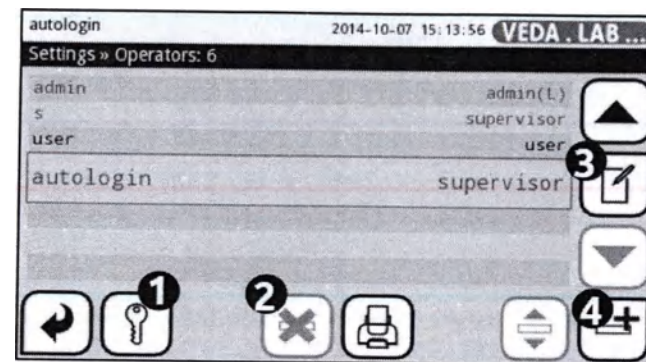
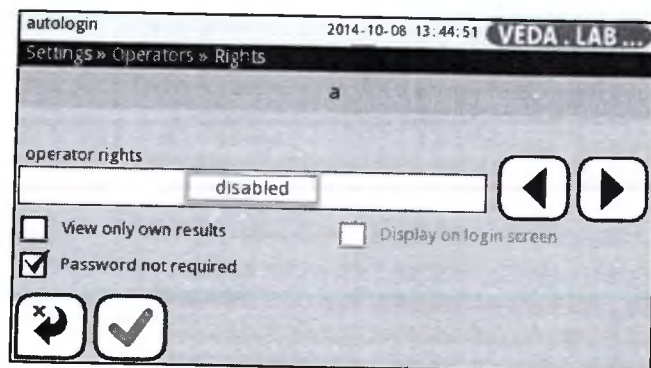

Рис. 52: Меню **Настройки>Операторы (Settings>Operators)** с отмеченными функциональными кнопками.
Рис. 53: Меню **Настройки>Права оператора (Settings>Operators>Rights)**. Слева указаны доступные категории операторов, и доступа к учетной записи оператора справа.
1 Коснитесь кнопки **Добавить (Add)** в меню **Настройки>Операторы (Settings>Operators)** (4 на Рис. 52), и в появившемся на дисплее меню введите имя пользователя для нового оператора.
2 Коснитесь кнопки **Следующее (Next)** для входа в меню **Настройки>Операторы>Права (Settings>Operators>Rights)** (см. Рис. 53) и коснитесь кнопки **Права оператора (Operator rights)** с колонкой выбора категории для новой учетной записи.
- Для удаления оператора коснитесь кнопки **Удалить** (2 на Рис. 52);
- Для отключения аккаунта оператора коснитесь кнопки **Редактировать** (3 на Рис. 52), затем выберите опцию **Отключить (Disabled)** в меню **Настройки>Операторы>Права (Settings>Operators>Rights)** (отмечено оранжевым прямоугольником на Рис. 53).